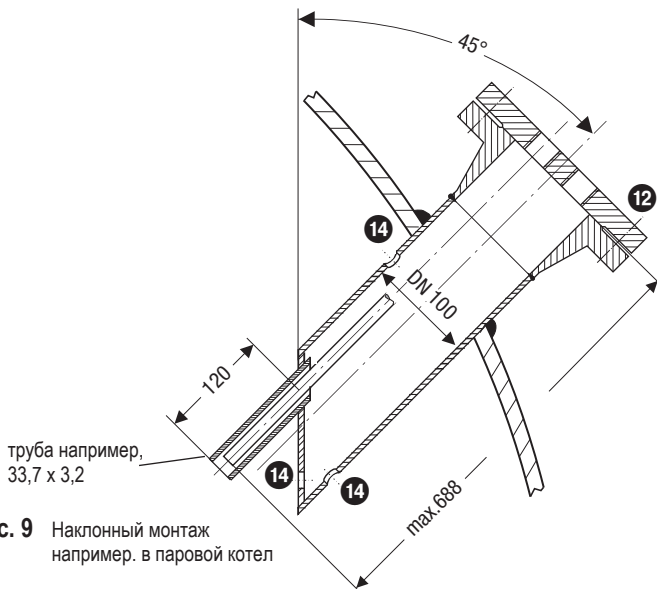

Рис. 9 Наклонный монтаж например, в паровой котел
- Угол наклона электрода не должен превышать 45°, длина электродного стержня ограничена при этом 688 мм. **Рис. 9**